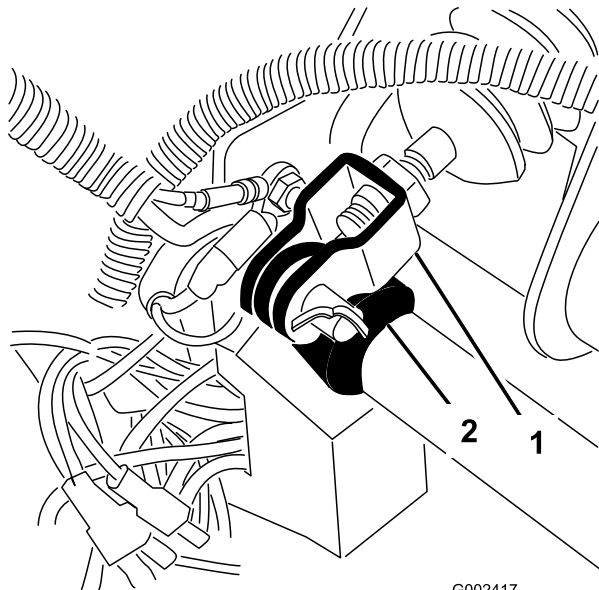

図 58
1. マスターシリンダのヨークをブレーキペダルのピボットに固定しているコッターピンとクレビスピンを取る 図 58。